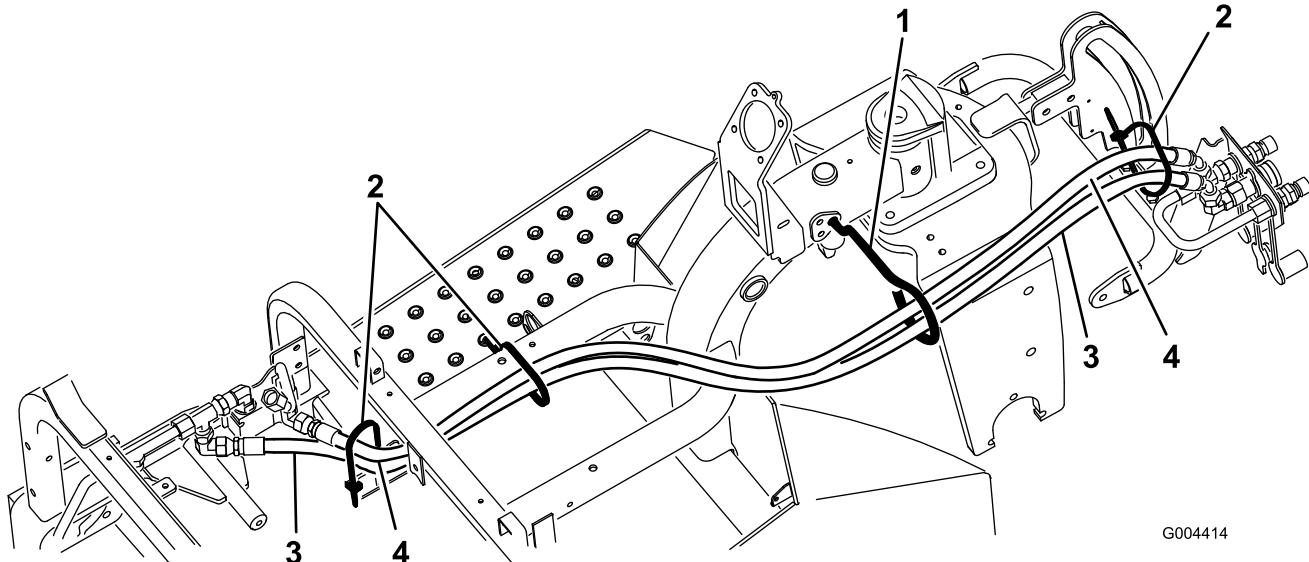

Bild 6
90-Grad-Anschlussstück an der Kupplung an (Bild 6).
2. Schließen Sie das Drehgestellende des kürzeren Hydraulikschlauchs am T-Stück an der Kupplung an (Bild 6).
3. Verlegen Sie die Schläuche durch die Schlauchführung und zum Ventil (Bild 6).
4. Schließen Sie den längeren Hydraulikschlauch am hinteren Anschluss am Ventil an (Bild 6).
5. Schließen Sie den kürzeren Hydraulikschlauch am vorderen Anschluss am Ventil an (Bild 6).
2. Befestigen Sie die Schläuche an den in Bild 6 angegebenen Stellen mit Kabelbinden.